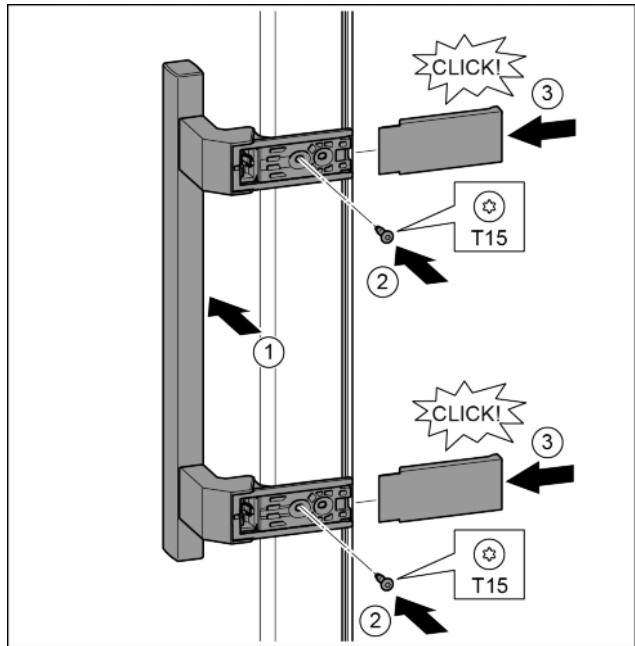

Fig. 17
- ▶ Установить ручку на противоположной стороне. Fig. 17 (1)
- ▶ Затянуть винты отверткой T15. Fig. 17 (2)
- ▶ Установить крышки сбоку и надвинуть. Fig. 17 (3)